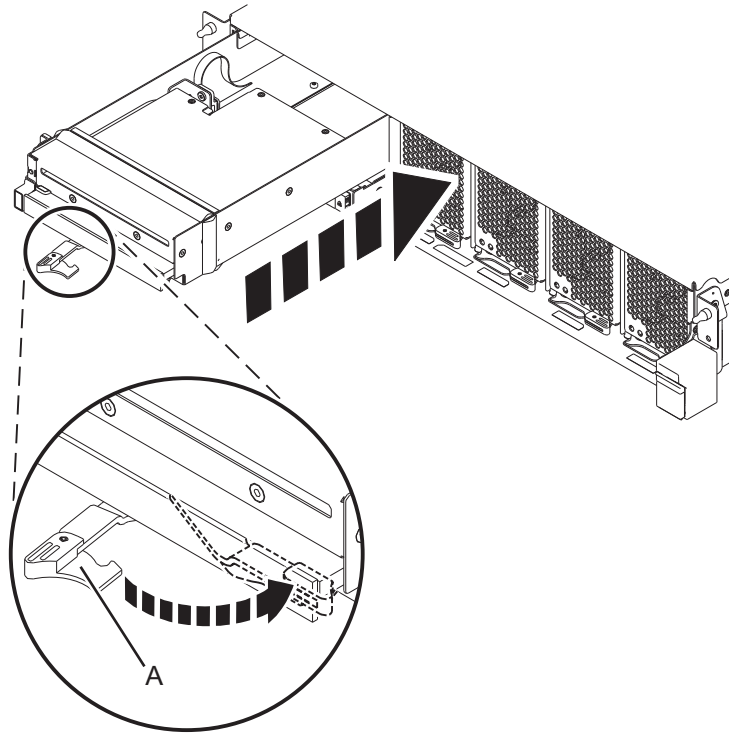

Abbildung 7. Flache Einheit für austauschbare Datenträger in einem Systemcontroller vom Typ 9080-MHE, 9080-MME, 9119-MHE oder 9119-MME installieren
- a. Stellen Sie sicher, dass der Griff der flachen Einheit für austauschbare Datenträger (A) auf offen gedreht ist; siehe Abb. 7.
- c. Schieben Sie die Einheit in das System und drehen Sie den Griff (A) in die angezeigte Richtung, bis die Verriegelung einrastet.